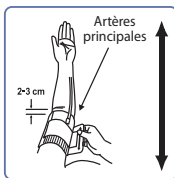

Fig. 3
3. Glissez le bras dans la boucle formée par le brassard. Le bas du brassard doit se trouver environ 2-3 cm au-dessus du coude. Le tube doit être placé sur l'artère brachiale, sur la face interne du bras (Fig. 3).